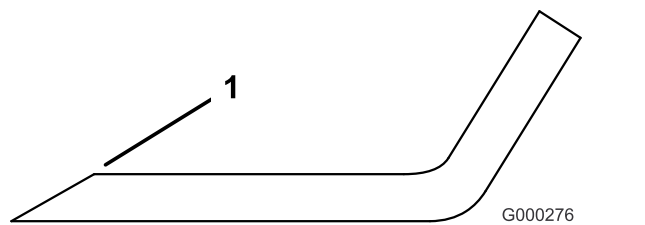

Figure 92
3. Examinez les tranchants de toutes les lames et aiguissez-les s'ils sont émoussés ou ébréchés (Figure 92).
Remarque: N'aiguissez que le haut du tranchant et conservez l'angle de coupe d'origine pour obtenir une coupe nette (Figure 92). Limez la même quantité de métal sur les deux tranchants pour ne pas déséquilibrer la lame.